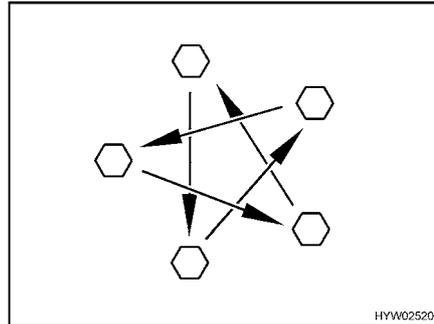

Fig. 261 Serrer en croix les écrous ou les boulons de roue
- Vérifier régulièrement le serrage des écrous ou des boulons de roues. Resserrer alternativement et en croix (Fig. 261) tous les écrous ou les boulons de roue 50 km après le changement d'une roue.
- ▷ Serrer en croix les écrous ou les boulons de roue (Fig. 261).